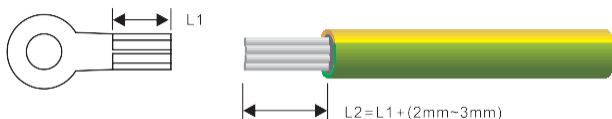

Figura 5.1 Segmento pelado (unidad: mm)
Paso 1 Retire una longitud adecuada de la capa de aislamiento del cable PGND con una herramienta; el segmento al descubierto debe ser entre 2~3 mm más largo que el extremo de prensado del terminal OT, tal como se ilustra en la figura 5.1.